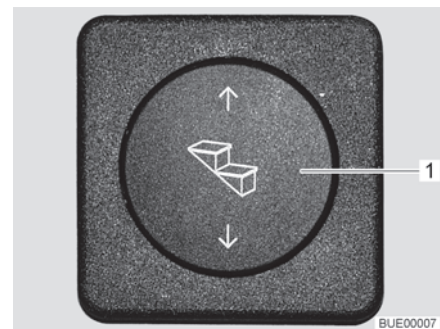

Fig. 9 Pulsante per il comando dello scalino di ingresso
- Estrazione:** ■ Premere in basso il pulsante basculante (Fig. 9,1) e tenerlo premuto (almeno 3 secondi), fino a che lo scalino di ingresso è stato completamente estratto.
- Inserimento:** ■ Premere in alto il pulsante basculante (Fig. 9,1) fino a che lo scalino di ingresso è completamente inserito.